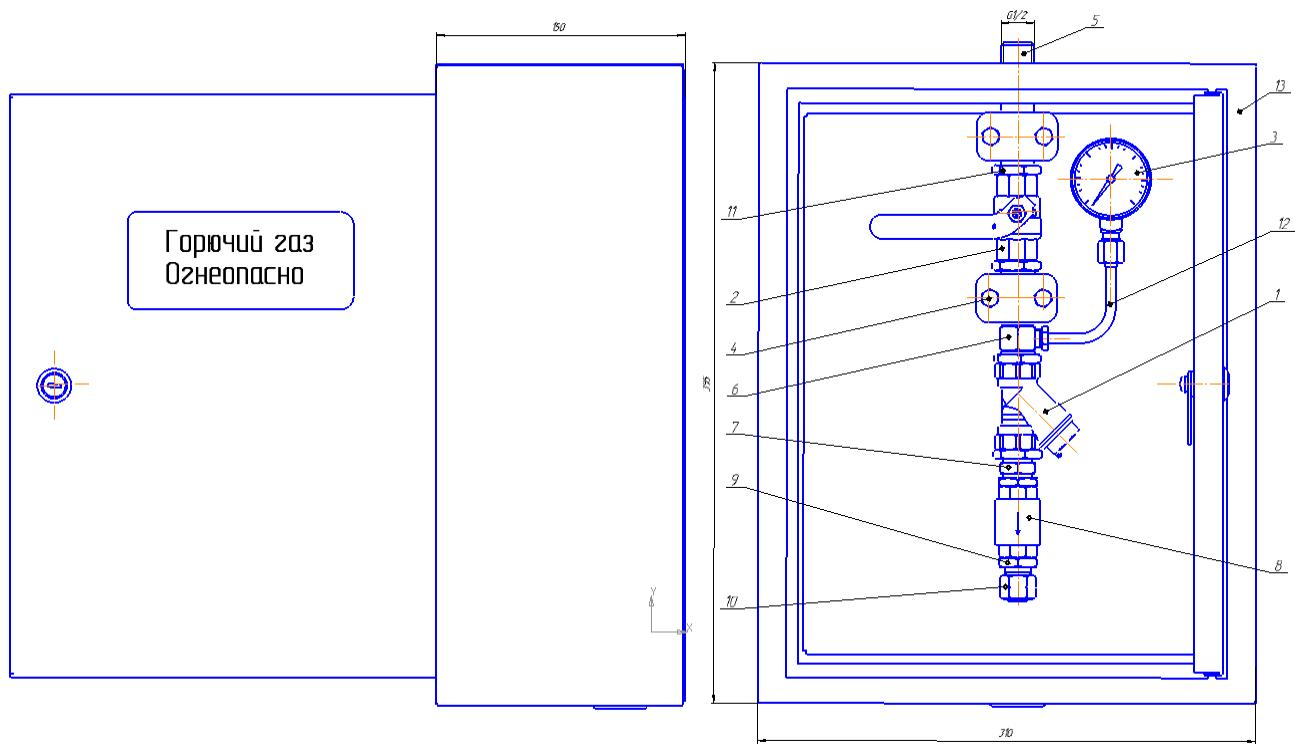

Рис. 1. Пост газоразборный ПГГ-10-3
4.1 Внешний вид поста показан на рис. 1